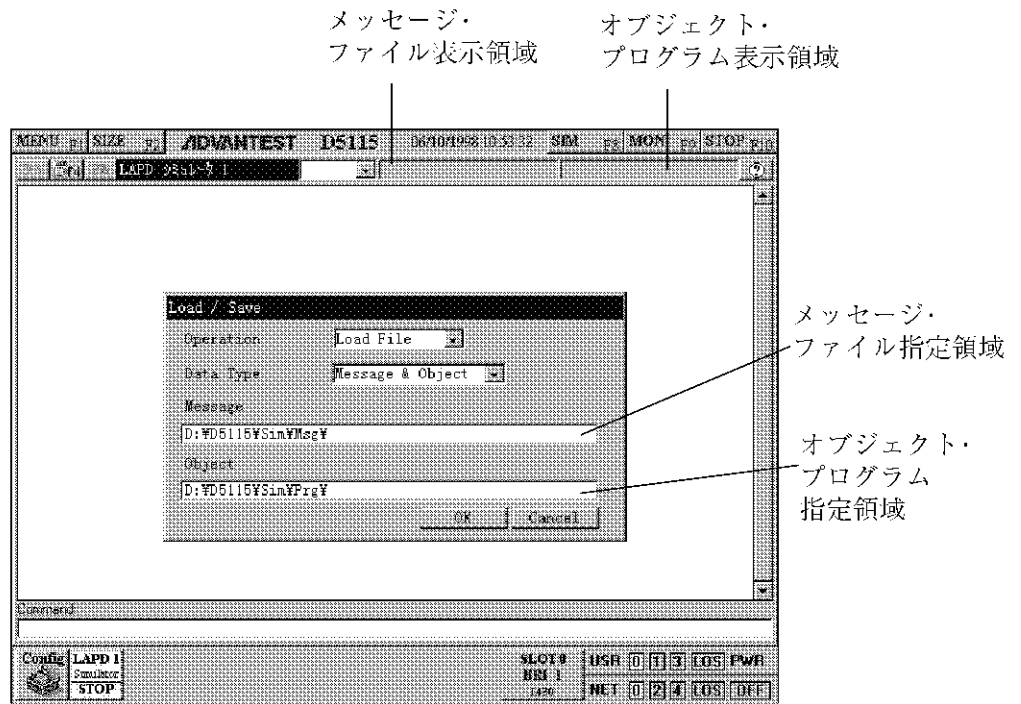

図 3-4 Load/Save メニュー (Data Type :Message&Object の場合)
- ② **F4** を押して、Load/Save メニューを表示させ、“**Operation**”を“**Load**”に設定します。オブジェクト・プログラムを指定するときは、“**Data Type**”を“**Message & Object File**”に設定します(図 3-4)。